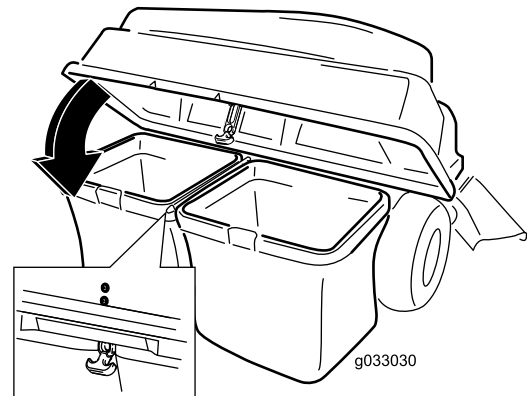

Figura 13
5. Baixe a parte superior do depósito de recolha para os sacos (Figura 13).